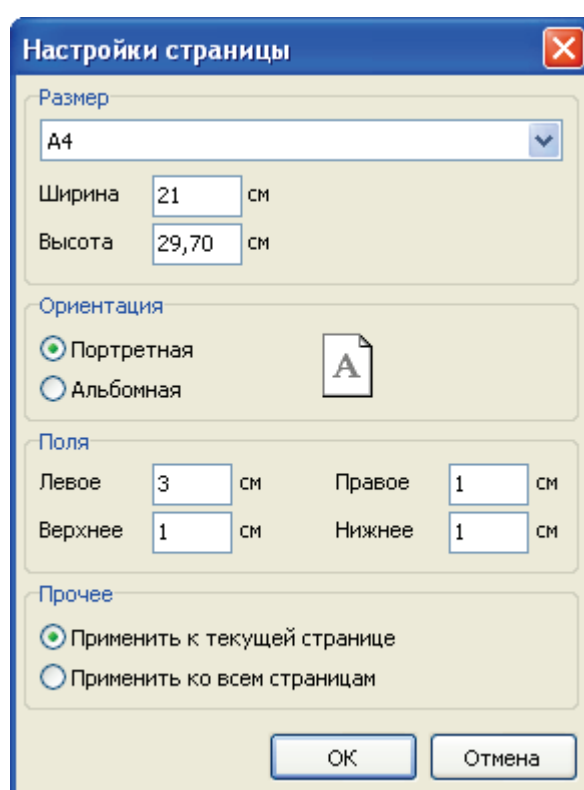

Рисунок 26 – Окно настройки страницы.
– кнопка «Свойства страницы». Открывает окно настройки страницы (Рисунок 26), с помощью которого можно задать основные свойства страницы для печати.